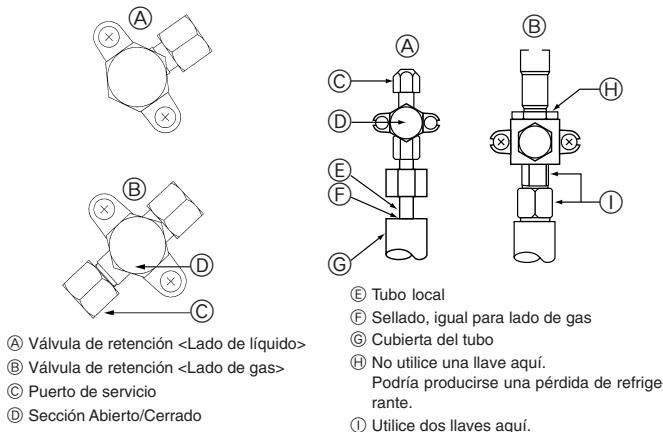

Fig. 4-4
⑤ Utilice un sellador para proteger las conexiones de los tubos y los extremos del material aislante no se impregnén de agua.
4.4. Prueba de fuga de gas del tubo de refrigerante (Fig. 4-4)